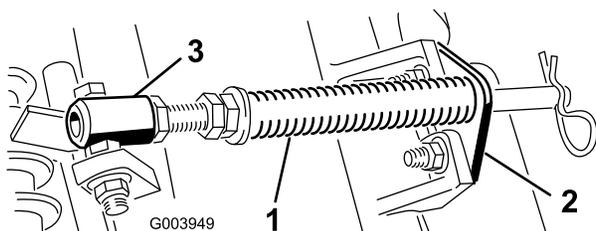

Figura 5
- A. Retire os 2 parafusos e porcas da carroçaria que prendem o suporte da barra aos separadores da unidade de corte (Figura 5).
- B. Retire a porca flangeada que prende o parafuso com cabeça do tubo de mola ao separador da estrutura de suporte (Figura 5) Retire o conjunto.